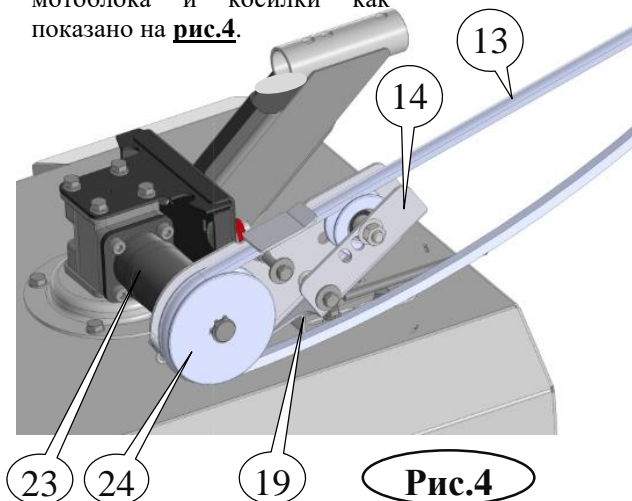

Рис.4
Установить клиновой ремень (13) на шкив мотоблока и косилки как показано на **рис.4**.
6.2.5. Отрегулировать длину троса натяжения перемещением упора (19). **См. рис.4.**